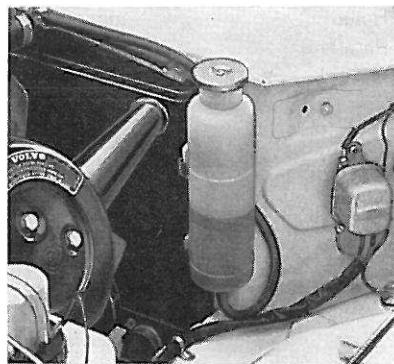

Figure 59. Vase d'expansion
3. Contrôler le niveau d'eau de refroidissement, lequel doit se trouver entre les repères maxi et mini du vase d'expansion (figure 59).